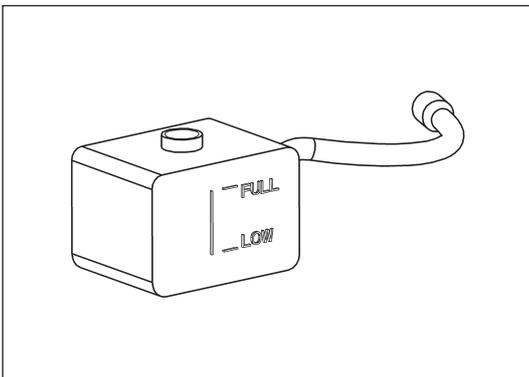

Рис. 10-2-4. Проверка уровня охлаждающей жидкости
- (2) Заливка охлаждающей жидкости
- ① Рекомендуется использовать охлаждающую жидкость, содержащую более 50% этиленгликоля.
- г) Добавить охлаждающую жидкость в расширительный бачок до отметки «FULL», как изображено на рис. 10-2-4.
- (3) Проверить на наличие утечек охлаждающей жидкости